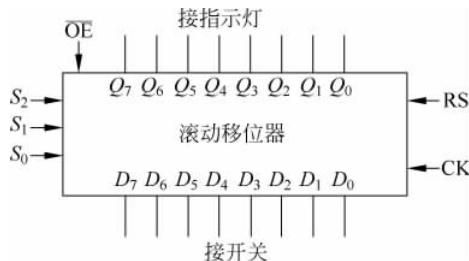

图 5.6.1 滚动移位器电路示意图
- (1) 用 GAL 实现一个滚动移位器。
- (2) 按图 5.6.1 进行设计,绘出逻辑图和引脚分配图。